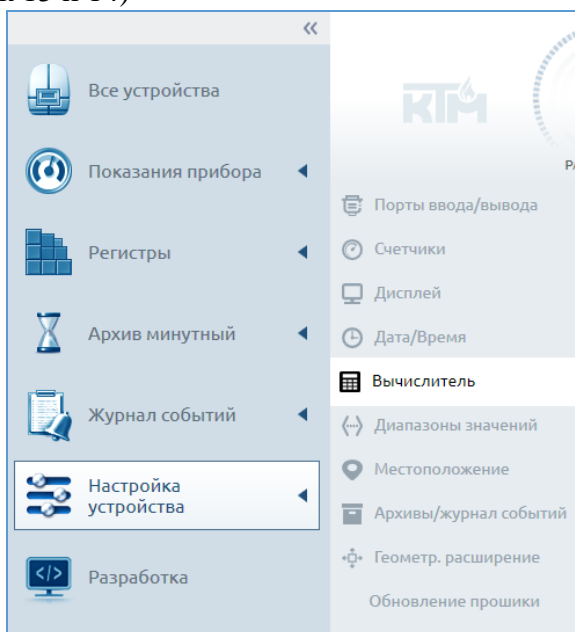

Рисунок 13 – Меню «Настройка устройства»
2. Перейти в меню «Настройка устройства» → «Вычислитель» → «Давление/Температура» (рисунок 13 и 14)